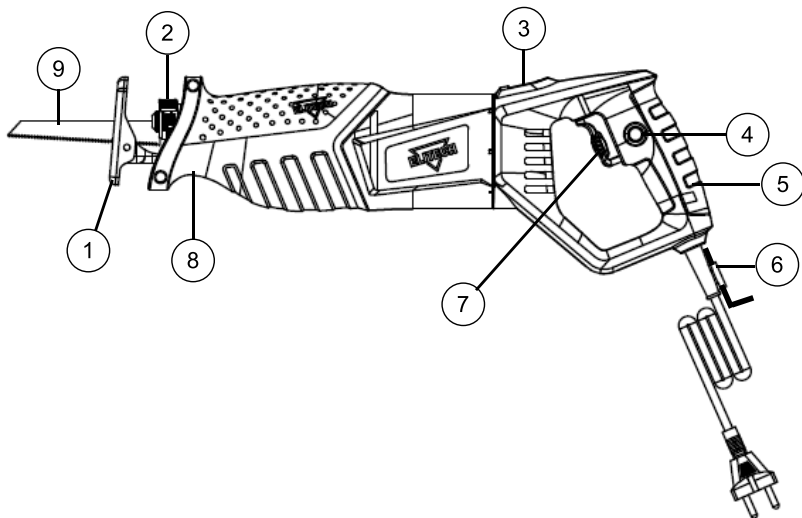

Рис. 1
Регулятор частоты вращения двигателя расположен на выключателе 7 (рис. 1). Регулятор частоты вращения двигателя ограничивает максимальную скорость вращения при полностью выжатом выключателе. Для увеличения скорости вращения необходимо крутить регулятор в сторону «+», для уменьшения в сторону «-».
2. Нажмите кнопку пуска 7 (рис. 1)